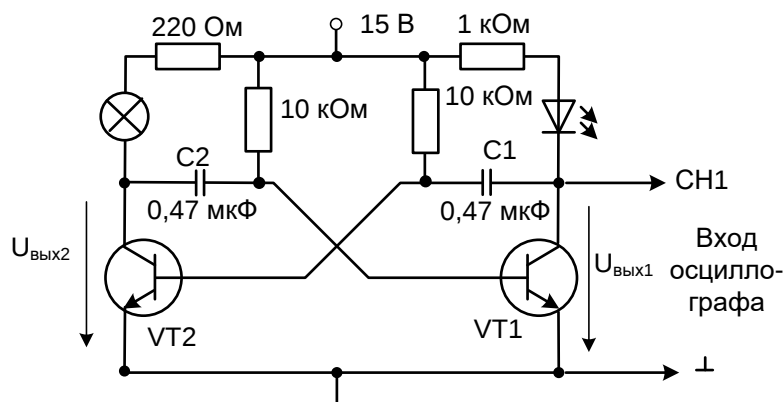

Рис. 7.15. Принципиальная схема мультивибратора.
- Соберите схему мультивибратора (рис. 7.15 и 7.16).